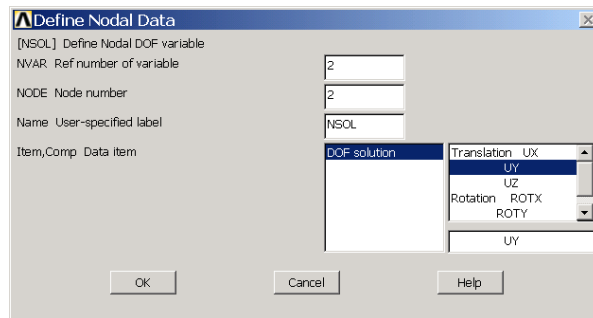

图10.40 定义变量
(20) 单击 Main Menu>TimeHist Postpro>Define Variables 菜单，弹出【Defined Time-History Variables】对话框。单击【Add...】按钮，接着弹出【Add Time-History Variable】对话框，使用【Nodal DOF Result】的默认设置并单击【OK】按钮。
(21) 接着弹出【Define Nodal Data】对话框，如图 10.40 所示。在【Node number】文本框中输入【2】，在【User-specified label】文本框中输入【NSOL】，在【Item,Comp Data item】列表框中选择【Translation UY】，然后单击【OK】按钮。